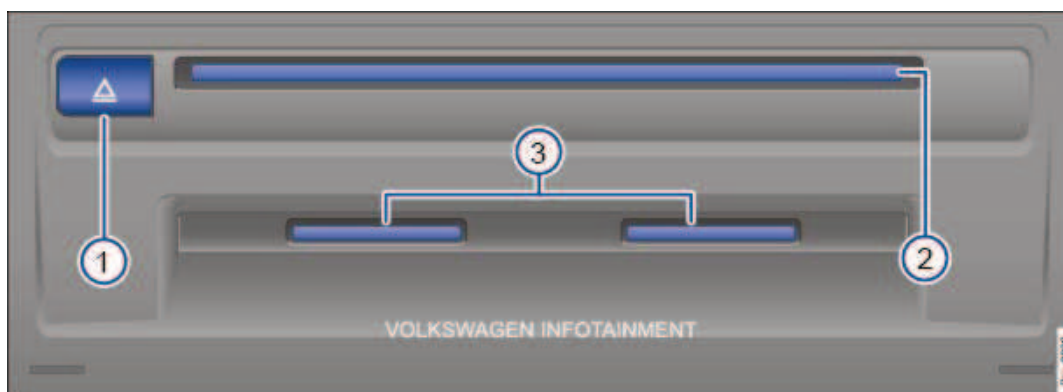

Fig. 18 Lecteur multimédia externe dans la boîte à gants, ici en version d'équipement maximale
Légende de la → Fig. 18 :
Seuls des CD standard ronds de 12 cm (4,7 pouces) de diamètre doivent être introduits dans le lecteur de CD → Fig. 18@ et le changeur de CD. Le lecteur de CD peut lire autant les CD audio que les CD de données audio. Voir → *Caractéristiques exigées des sources média et des fichiers audio.*
Le lecteur de CD → Fig. 18@ ne peut en principe lire qu'un seul CD.
- Appuyez sur la touche d'éjection  → Fig. 18①.
Seules les cartes SD ayant une taille physique de 32 mm x 24 mm x 2,1 mm (1,26 x 0,94 x 0,083 pouce) ou de 32 mm x 24 mm x 1,4 mm (1,26 x 0,94 x 0,055 pouce) peuvent être introduites dans le logement de cartes SD → Fig. 18①.